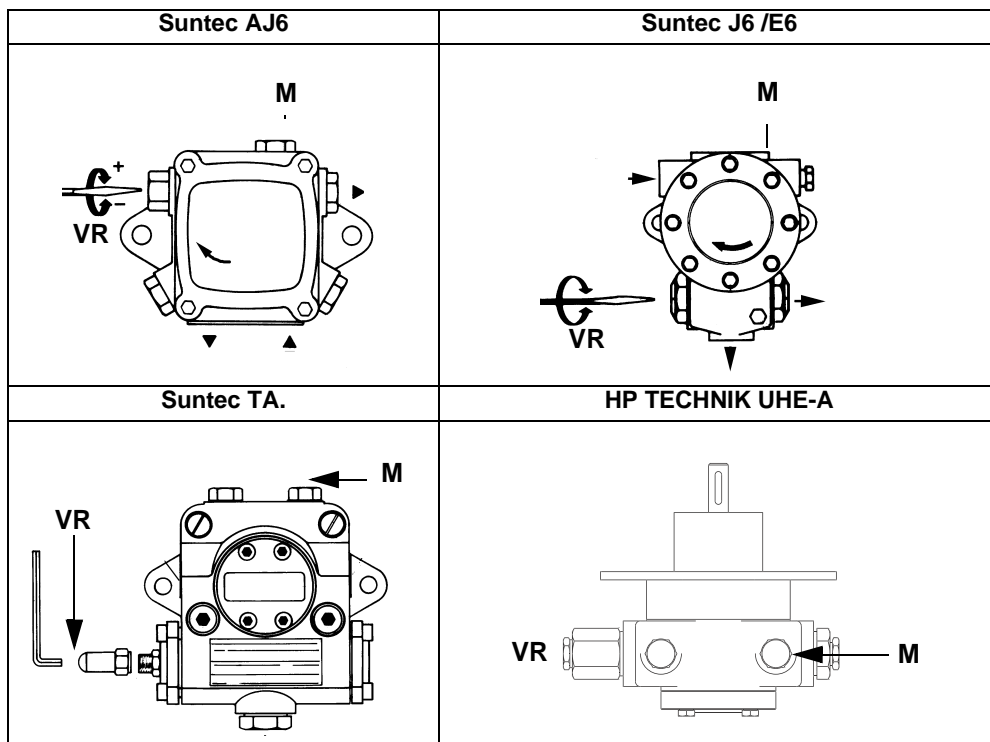

Fig. 10
- 2 purgar el aire de la conexión (M) manómetro de la bomba (Fig. 10), aflojando levemente el tapón, sin quitarlo; luego soltar el contactor;